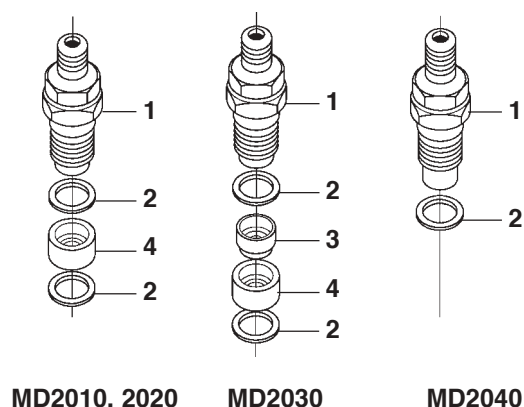

Fig. 34. Montage d'injecteur
11. Positionner les joints en cuivre, les protections thermiques (MD2030) et les inserts (MD2010-2030) aux injecteurs, comme le montre la figure 34.